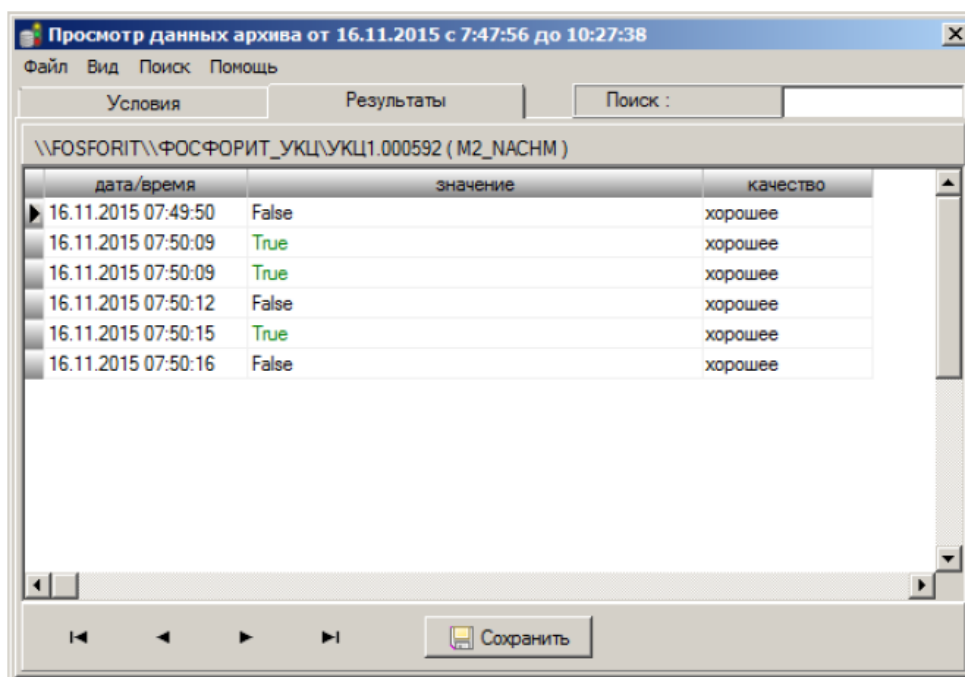

Рисунок 10. Результаты выборки состояний.
7.1.10 Результаты выборки всех состояний заданной переменной из базы данных будут выведены в табличном виде на вкладке «Результаты» (Рисунок 10).